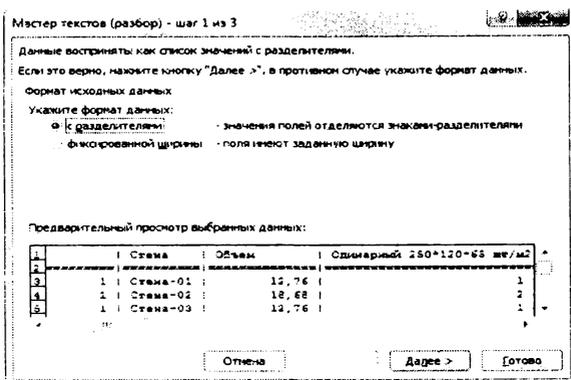

Рисунок 63
16. Выполните команды **Данные > Текст по столбцам**. В возникшем диалоговом окне (рис. 63) нажмите кнопку **Далее >**.